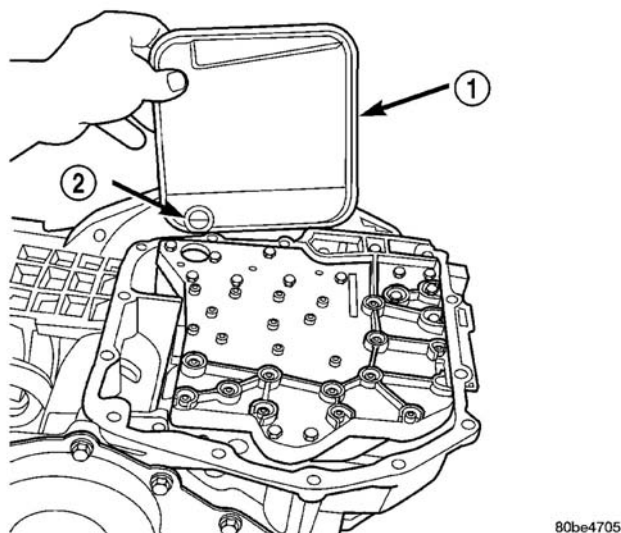

图 386 油滤清器
(2) 安装变速驱动桥油滤清器 (图 386), 如需要检查和更换 O 形圈。